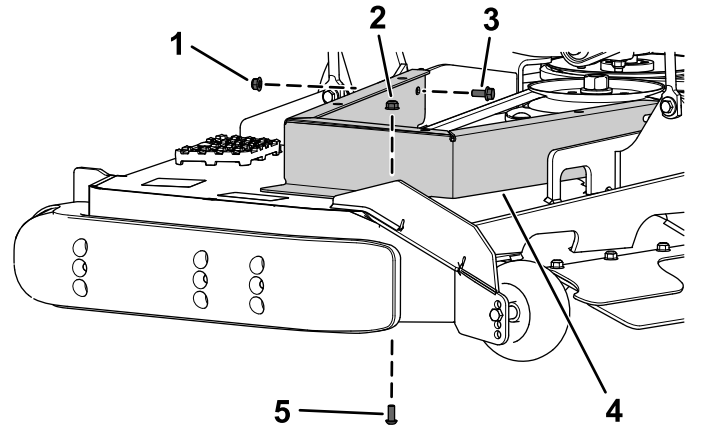

Figura 7
2. Sujete el soporte de montaje del protector de las poleas izquierdo a la carcasa de corte con el perno de cabeza de botón ($\frac{5}{16}$ " x $\frac{3}{4}$ ") y la tuerca con arandela prensada ($\frac{5}{16}$ ") que se retiraron anteriormente, y el perno con arandela prensada ($\frac{5}{16}$ " x $\frac{3}{4}$ ") y la tuerca con arandela prensada ($\frac{5}{16}$ ") nuevos, como se muestra en la Figura 7.